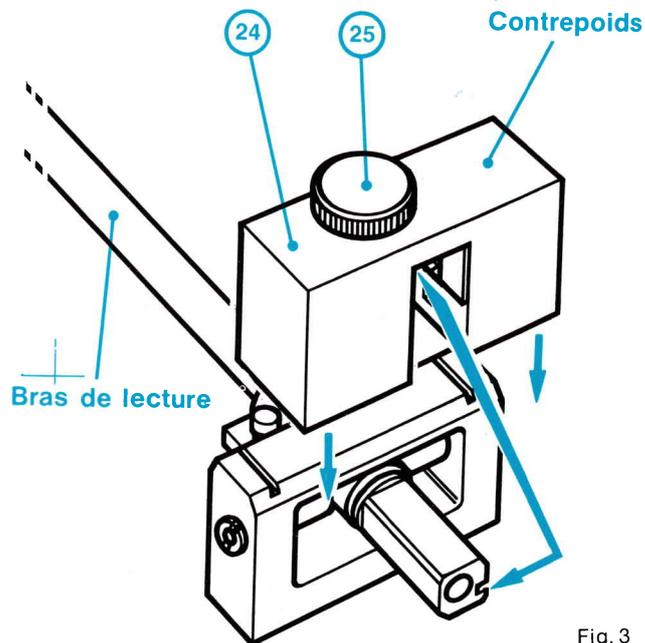

Fig. 3
- Prendre le contrepooids (24) dans la cale en polyester.
- S'assurer que l'ergot intérieur du contrepooids (24) soit engagé dans la rainure située sur le côté de la tige du bras de lecture (Fig. 3).